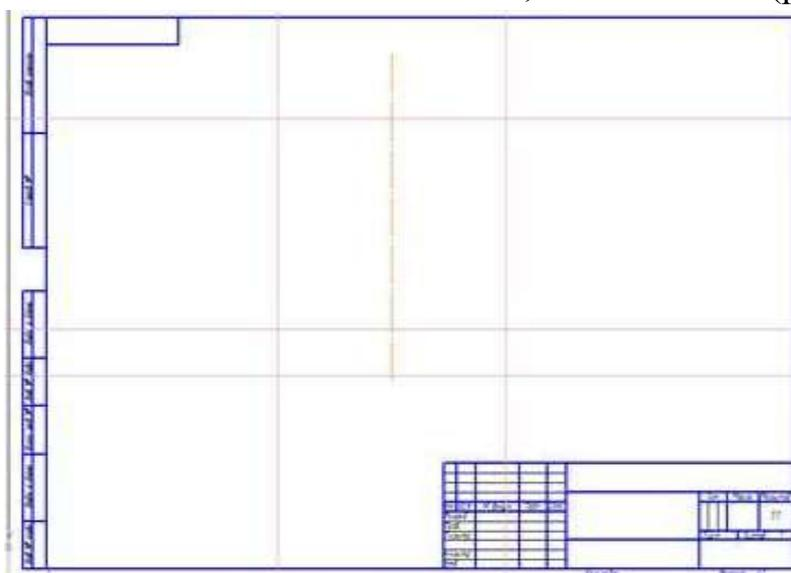

Рисунок 3.7 – Создание горизонтальной параллельной прямой
7. Выберите инструмент **Параллельная прямая** и проведите одну прямую на 110 мм выше. Нажмите **Создать Объект**, а затем **Стоп** (рисунок 3.7).